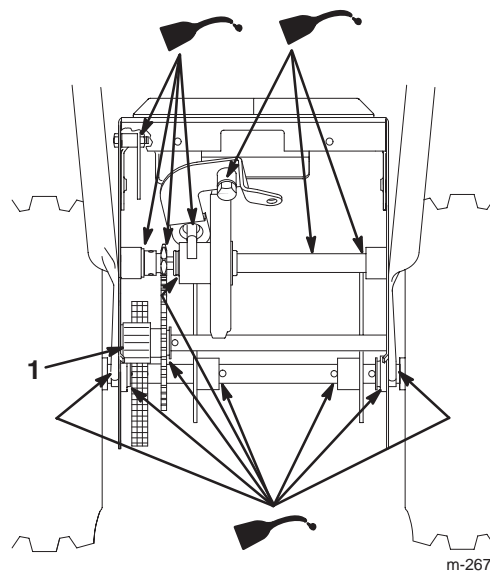

Figure 36
6. Lubrifiez légèrement la déneigeuse avec de l'huile légère comme illustré aux Figures 36 et 37.
8. Graissez légèrement l'engrenage de l'essieu (Fig. 36).